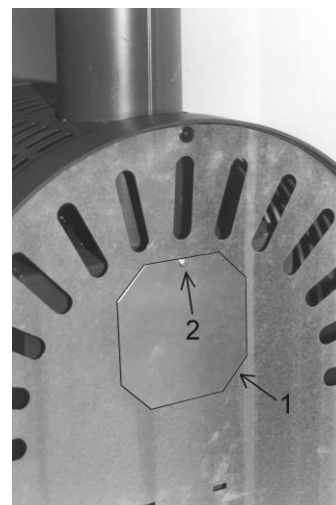

Abbildung 12: Ölofen Viking 468.50
3. Das Loch vor dem Rohrstützendeckel in der Geräterückwand muß unbedingt abgedeckt werden, andernfalls ist eine Beeinträchtigung von Wärmestrahlung auf die Stellwand (z.B. Tapete) nicht auszuschließen! Montieren Sie dafür die beigelegte Abdeckscheibe (1) mit der Blechschraube (2) an der Rückwand (siehe Abbildung 12).